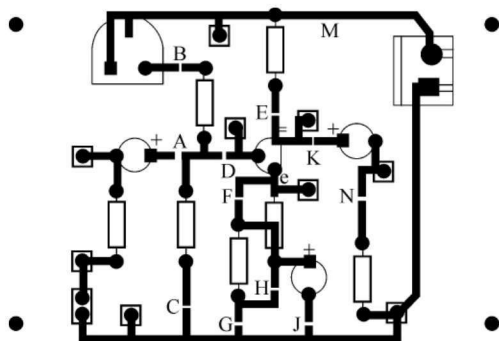

图 2-2 电路板安装图
要认真细心地进行元器件安装,元器件安装质量好坏,直接影响到产品的电路性能与整机质量。安装前要按照电子工艺规范的焊接技术认真练习后,再进行整体电路的安装。电路板安装图如图 2-2 所示。
(1) 元器件成形与引脚处理。装机前要对各元器件引脚进行成形处理,再将各元器件引脚准备焊接处进行刮削去污、去氧化层,然后在各引脚准备焊接处上锡。
(2) 元件插装与固定。将经过成形、处理过的元器件按图 2-2 所示进行插装,插装顺序按“先小后大”原则进行。插装时各元器件均不能插错,特别要注意有极性元件不能插反,如二极管、三极管、电解电容等。
(3) 安装后,为防止安装有误,给后续工作带来麻烦,一定经辅导老师或同学相互检查后才允许焊接。
(4) 焊接技术。参考项目七的知识链接七一焊接技术。
(5) 按图 2-2 把元器件安装到对应的位置,可先焊接电阻,再焊接电容和三极管等。焊接时注意电解电容极性(电解电容长脚为正极,插入 PCB 带“+”端),三极管注意三个管脚(e、b、c)方向。焊接接线端子注意平贴 PCB,焊接电源接线座及接线注意正负极:红为“+”黑为“-”。